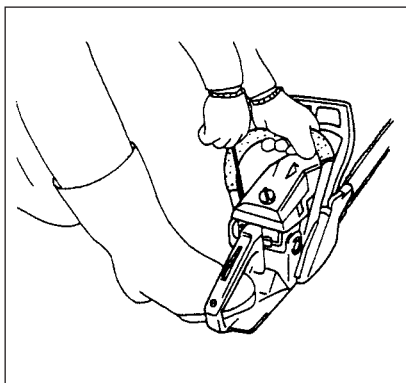

Fig. 2-4
- Træk rekylstarteren langsomt, til du mærker kompressionsmodstand, og træk den så kvikt, mens du sørger for at holde godt fast i håndtaget og ikke lader det smutte tilbage. (Fig. 2-4)